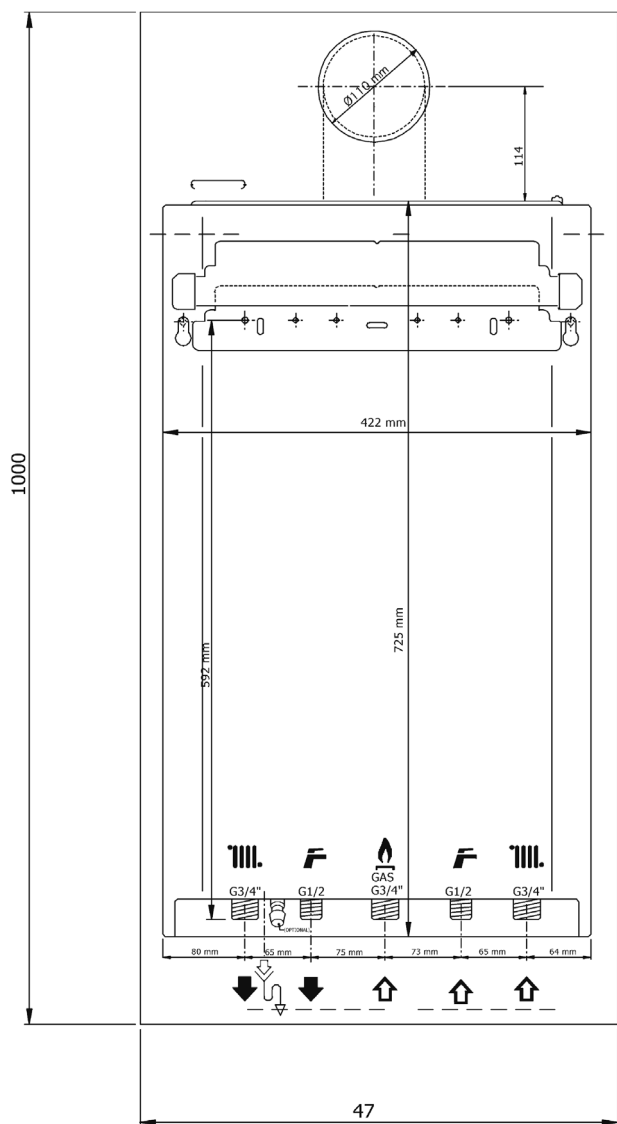

Figura 1
- I. Esquema de instalación (Figura 1)